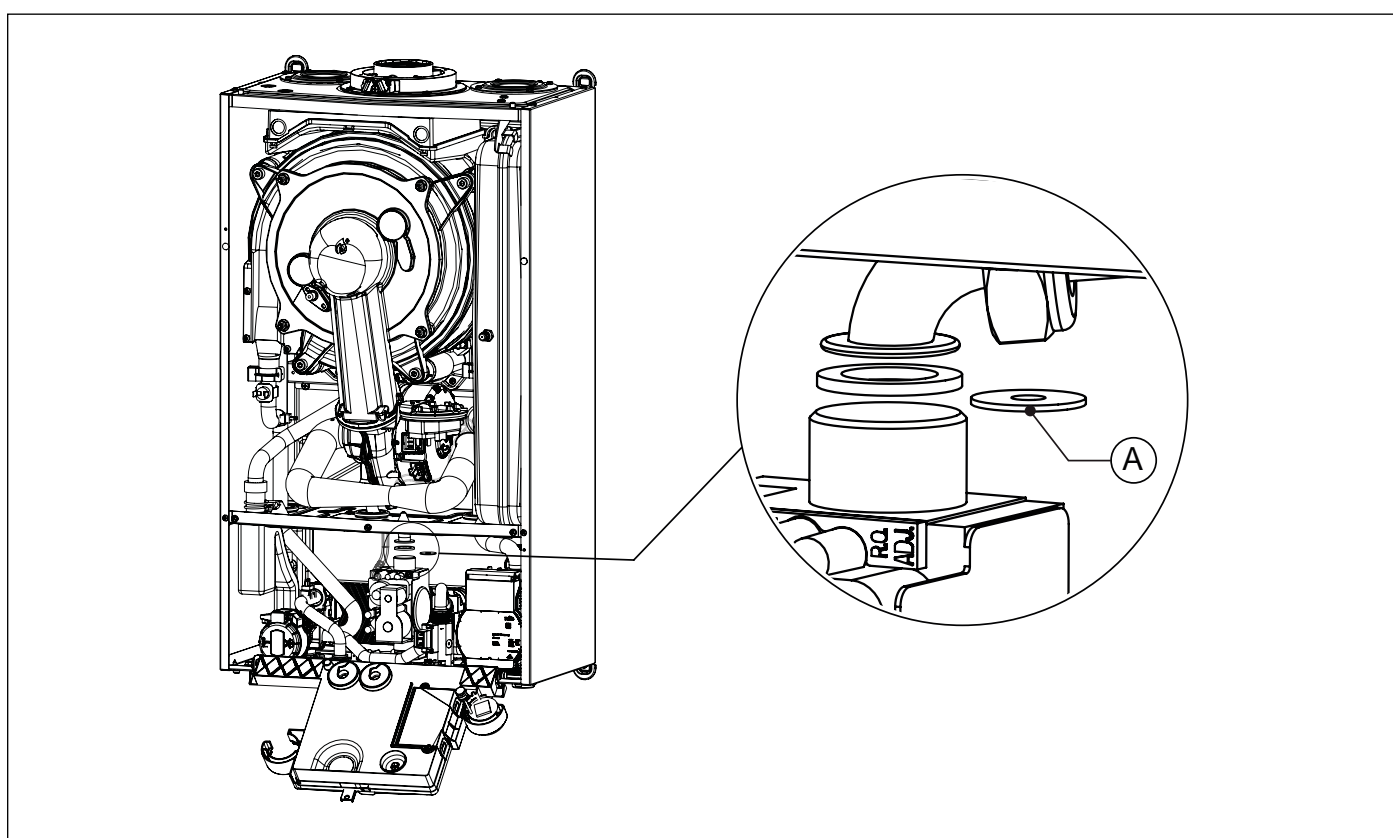

Рис. 24 Замените диафрагму газа
- Отсоедините трубку газа (см. Рис. 24 Замените диафрагму газа).
- Замените диафрагму газа (A) на новую в соответствии с типом газа (см. Рис. 24 Замените диафрагму газа и Табл. 10 Диаметр диафрагмы газа (мм)).